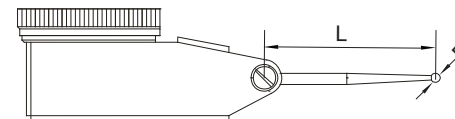

fig.6
4. Ogni tipo di comparatore ha una lunghezza specifica dello stilo (L, fig. 6). Se la lunghezza non è corretta, si verificherà un errore di misurazione. Fare riferimento alla tabella seguente per scegliere lo stilo corretto.